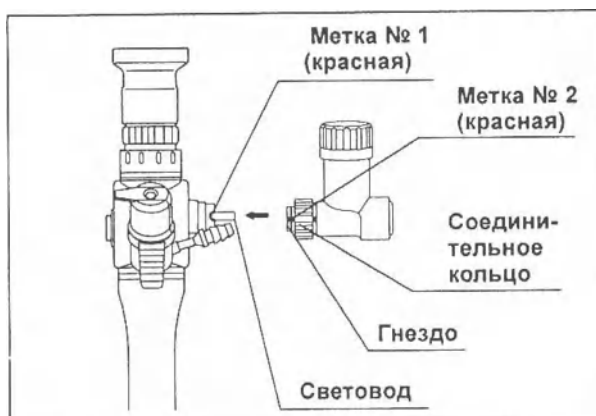

Рис. 3.12
1. Совместите красную метку № 1 на блоке управления эндоскопа с красной меткой № 2 на миниатюрном источнике света (см. Рис. 3.12).
2. Подсоедините световод эндоскопа к гнезду миниатюрного источника света (см. Рис. 3.12).
3. Нажав на миниатюрный источник света в направлении стрелки, изображенной на Рис. 3.12, поверните соединительное кольцо по часовой стрелке до упора.